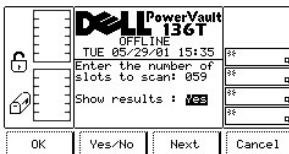

図 42. Command > Move > Scan Barcode > Confirm ダイアログ
- 1 Next ソフトキーの下にあるボタンを押すと、リストの次のフィールドはアクティブフィールドになります。図 42 を参照してください。